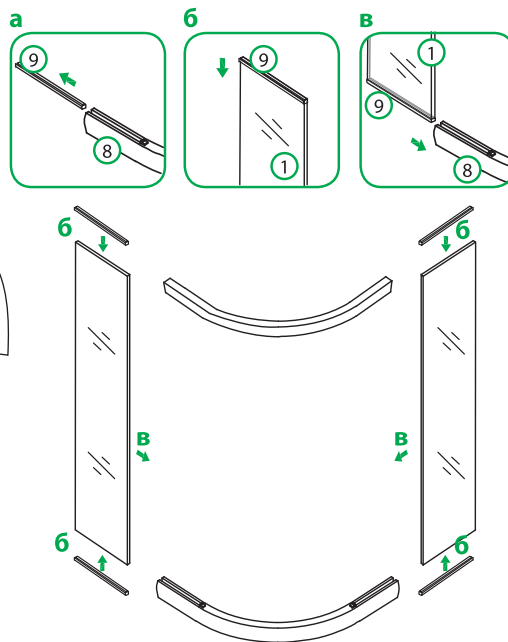

Рис. 4 / 4-сур.
1. Извлеките держатель стекла из полукруглого профиля (рис. 4а).
2. Установите держатель стекла на стекло (рис. 4б).
3. Вставьте стекло с держателем в профиль (рис. 4в).